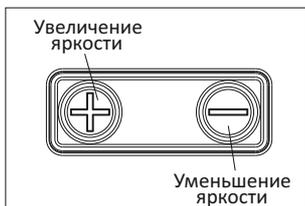

Рис. 6
- 2) Наверху прицела находится барабан вертикальных поправок, справа - барабан горизонтальных поправок. Для ввода поправок вставьте плоский выступ прилагаемого ключа в прорезь в барабане и поверните его (Рис.6), чтобы сделать нужную поправку.